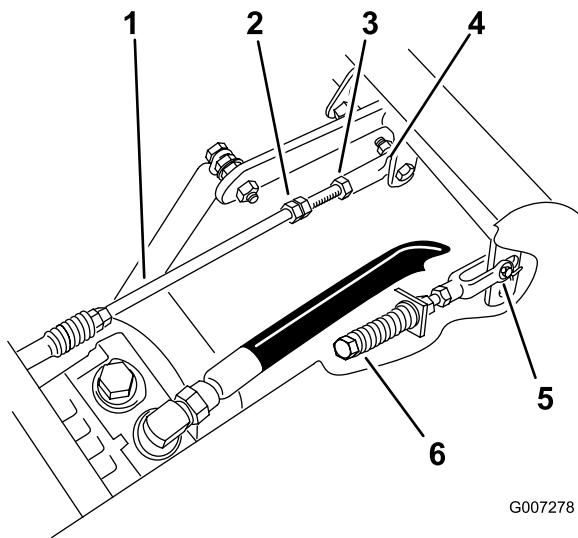

Figure 59
3. Réglez la longueur de la tige de pompe en tournant les doubles écrous dans le sens voulu, jusqu'à ce que la roue soit immobilisée ou tourne légèrement en marche arrière (Figure 59).
- Serrez le contre-écrou contre la rotule (Figure 59).